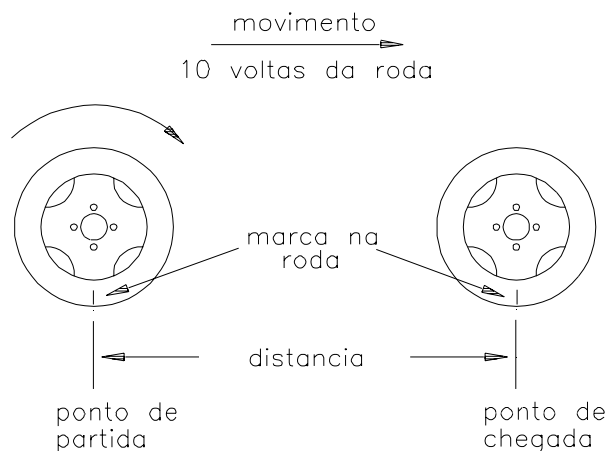

FIGURA 14
1. Coloque uma fita ou faça uma marca com giz no pneu em que o sensor de velocidade esta montado (veja figura 14)